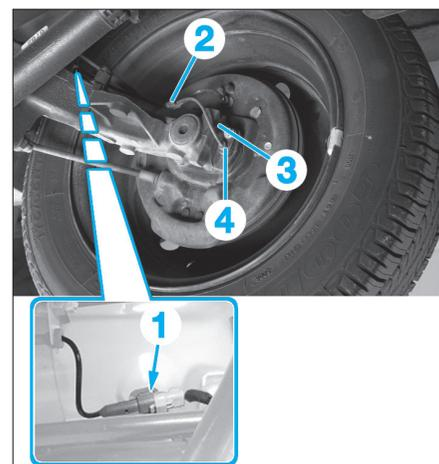

Fig. 30
- Débrancher et dégrafer le connecteur (1) (Fig.30).
- Dégrafer les agrafes (2) de fixation du faisceau de capteur de roue arrière
- la vis (3),
- le capteur de roue arrière (4).